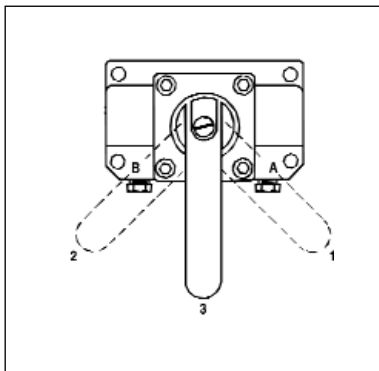

Fig. 7
**VM33, VM33L, VM43, VM43L (vedere Fig. 7)**